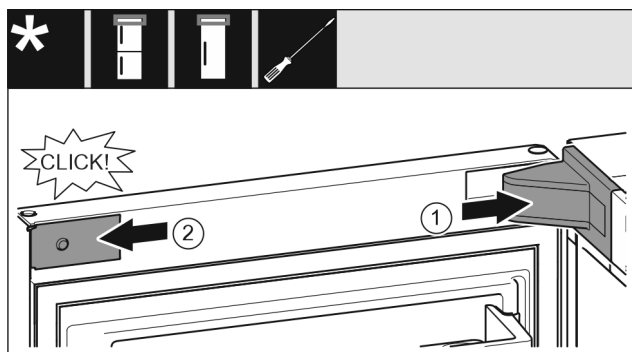

Fig. 20
- ▶ Założyć osłonę płytki zawiasu Fig. 20 (1) i zazębić, ew. ostrożnie odsunąć.
- ▶ Założyć zaślepkę Fig. 20 (2) z boku i zazębić.